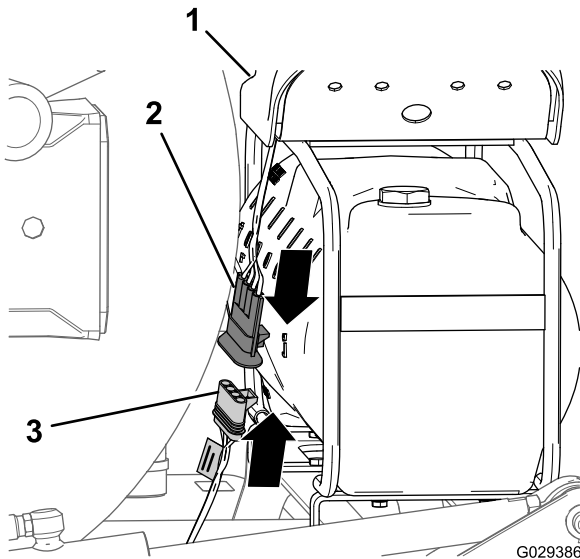

Bild 17
1. Fluchten Sie am Ende des 236-cm-Zweigs des Kabelbaums den 4-Buchsenstecker des Kabelbaums für das Finishingkit mit dem 4-Stiftstecker des Kabelbaums für den Kompressor aus (Bild 17).
2. Stecken Sie den 4-Stiftstecker in den 4-Buchsenstecker (Bild 17).